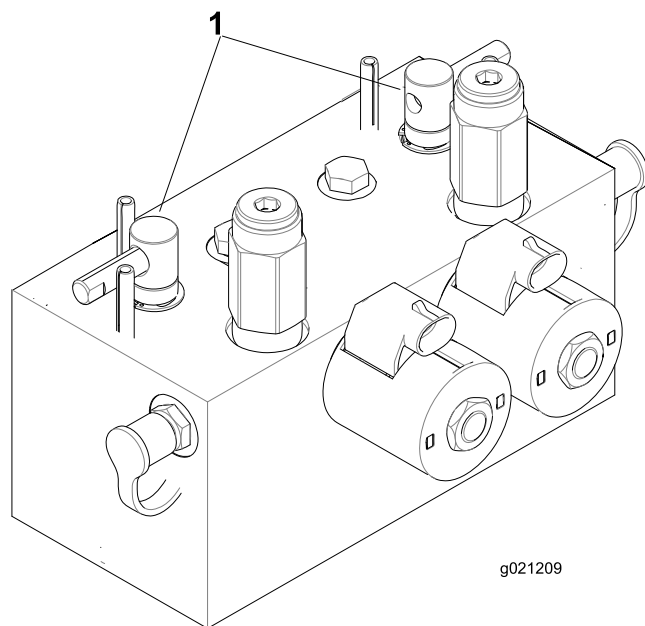

Рисунок 76
2. Разблокируйте и поднимите сиденье для доступа к рычагам обратного вращения (Рисунок 76).
5. Выберите передний, задний или оба рычага обратного вращения, чтобы определить, заточку каких режущих блоков необходимо произвести (Рисунок 76).